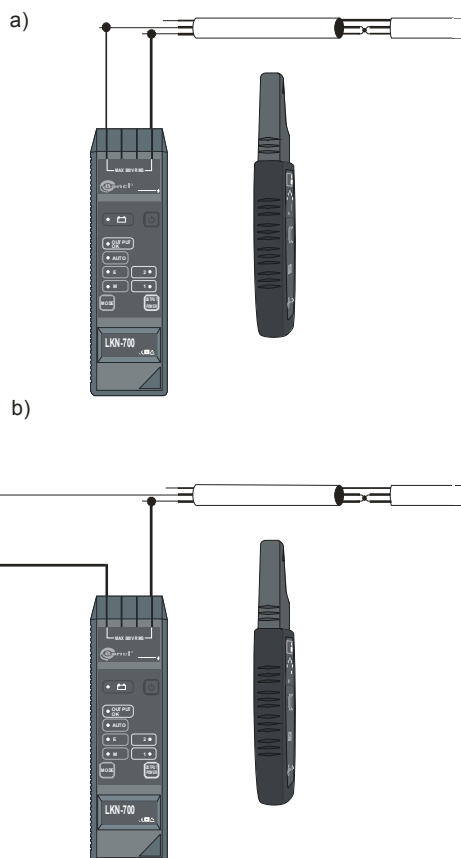

Рис.11 Поиск места короткого замыкания проводов
- Клавишей **4** **MODE** установить режим работы «ток-напряжение» „M+E” или „AUTO” (Рис.11.а) или, возможно, «ток» „M”, если используется внешний источник питания (Рис.11.б);
При высоком сопротивлении цепи напряжение генератора может оказаться недостаточным для создания соответствующего тока: 10 мА, 20 мА или 40 мА (диод 9 „OUTPUT OK” не светится). Тогда между генератором и одним из проводов следует подключить дополнительный источник с достаточно большим напряжением (Рис.11.б) и изменить режим работы генератора на «ток» „М”. В схеме с Рис.11.а можно использовать режим «силовой» „Е”, помня об установке приемника в режим «ток» „М”.